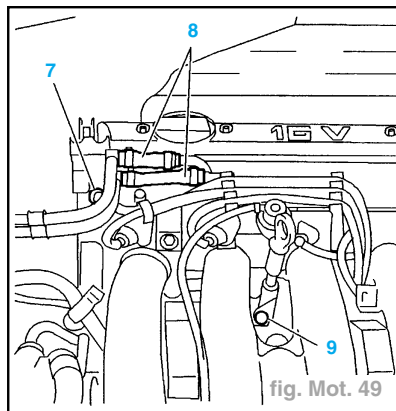

fig. Mot. 49
- Désaccoupler les durits (8) de la rampe d'injection de carburant. (fig. Mot. 49).